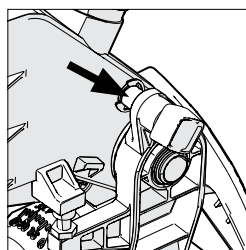

Fig. 16
- Assurez-vous que la tête de coupe soit en position verrouillée avec la goupille de verrouillage complètement engagée dans son support. **(Voir Fig.16)**
- Veillez à ce que la tête de coupe soit en position verrouillée avec la goupille de verrouillage complètement engagée dans son support. (**Fig. 16**)
- Retirer la goupille de la tête de verrouillage (**Fig. 16**) et permettez à la tête de coupe de monter dans sa position supérieure.